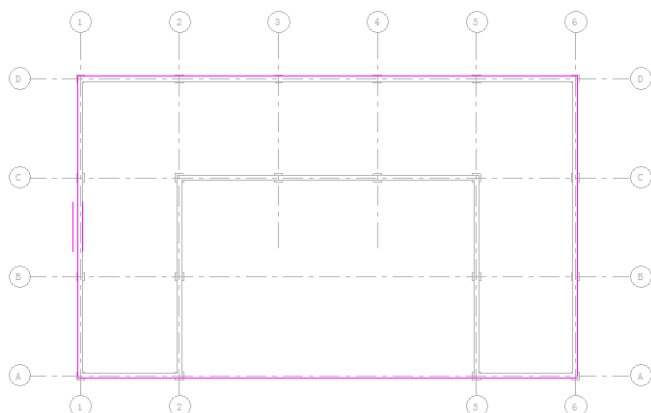

图 11-7 绘制阳台边界线
(6) 单击“绘制”面板中的“线”按钮，继续绘制边界线，如图 11-7 所示。